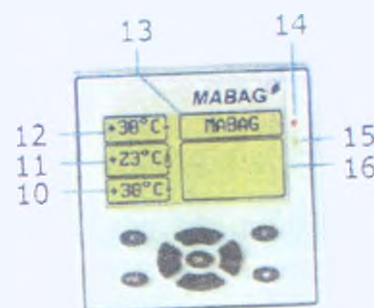

Рисунок 27: Показания дисплея в режиме ожидания по истечении времени блокировки компрессора
- В поле [13] отображается надпись «CLST», что сообщает о возможности приступить к предварительному охлаждению, см. рис. 27.